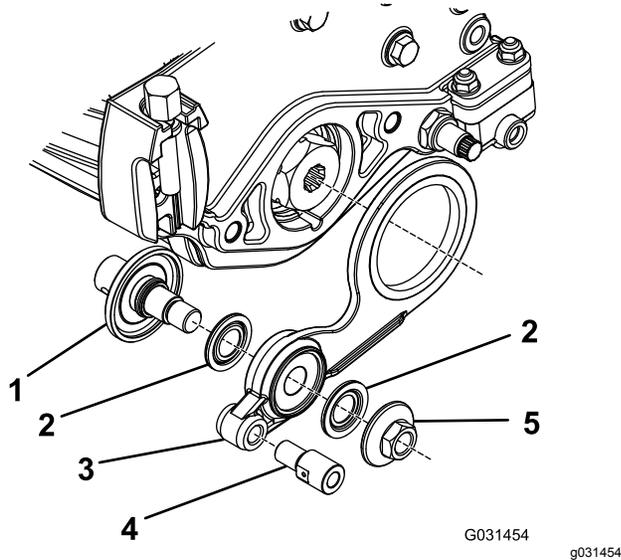

Figure 16
1. Assemblez les pièces détachées sur le galet de tension, comme montré à la Figure 16.
Remarque: Installez les pièces 1 à 5 dans l'ordre inverse si vous montez le galet de tension du côté opposé à la Figure 16.